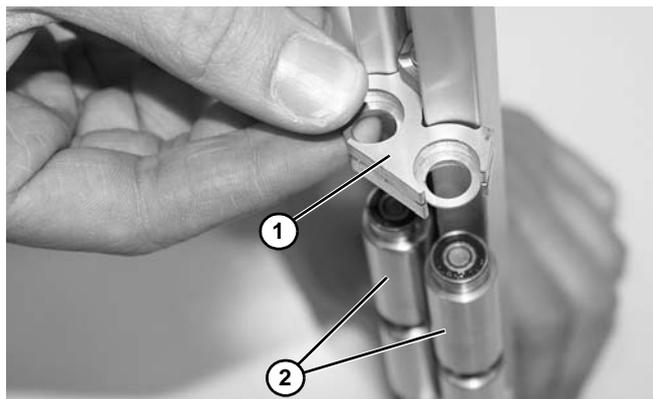

Figure 68
8. Retirer le porte roulement (le cas échéant) (**Figure 68, élément 1**) et les broches (**Figure 68, élément 2**).